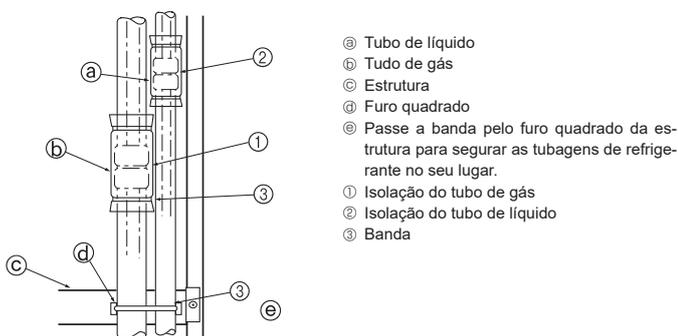

Fig. 4-5
Isolar completamente as juntas de alargamento ① e ② dos tubos de gás e de refrigerante. Se uma parte das juntas ficar visível, pode formar-se condensação e gotejamento. (Fig. 4-5)
- Aperte a isolação do tubo de gás ① e a isolação do tubo de líquido ② nas duas pontas de maneira que não deslizem e se alinhem uma pela outra.
- Terminada a isolação, utilize uma banda ③ para apertar a tubagem de refrigerante à estrutura (por baixo da secção da junta do tubo). Isto evitará que o tubo refrigerante salte da estrutura. (Se a tubagem de refrigerante saltar da estrutura, não se pode instalar a grelha.)